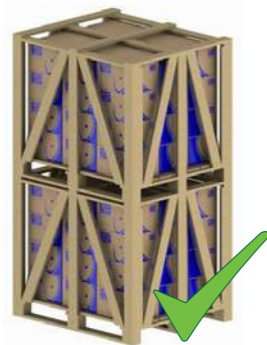
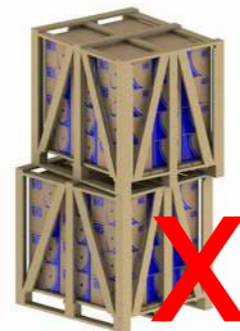

Figura 5.1 - Montagem adequada.
Figura 5.2 - Montagem inadequada.
- 2) Posicionar corretamente uma embalagem sobre a outra (ver Figura 5.1 e Figura 5.2).